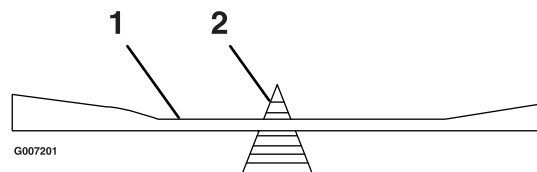

Figura 42
2. Verifique el equilibrio de la cuchilla colocándola sobre un equilibrador de cuchillas (Figura 42). Si la cuchilla se mantiene horizontal, está equilibrada y puede utilizarse. Si la cuchilla no está equilibrada, rebaje algo el metal en la parte de la vela solamente (Figura 42). Repita este procedimiento hasta que la cuchilla esté equilibrada.